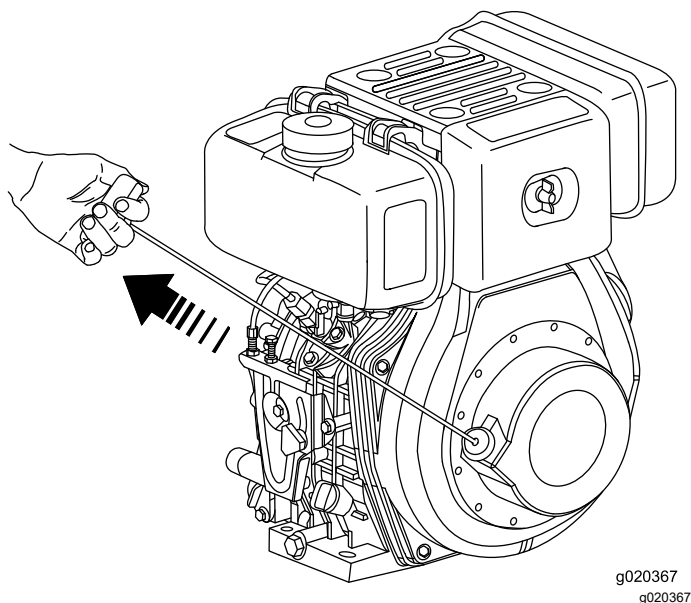

Figura 28
6. Agarre el arrancador de retroceso, tire lentamente hacia fuera hasta que note resistencia, luego tire hacia fuera del todo con un movimiento firme y uniforme (Figura 28).